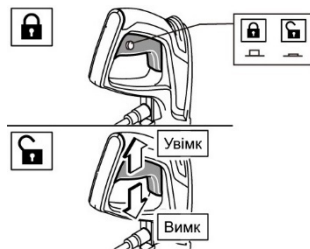

Рисунок 4
4.2.3 Зніміть пістолет із запобіжника (дивіться рисунок 4), натисніть на пусковий курок (2, рисунки 1 і 2) і випустіть із системи повітря, дочекавшись, поки з форсунки насадки не потече вода.
4.3.2 Зніміть пістолет із запобіжника (дивіться рисунок 4), натисніть на пусковий курок (2, рисунки 1 і 2).